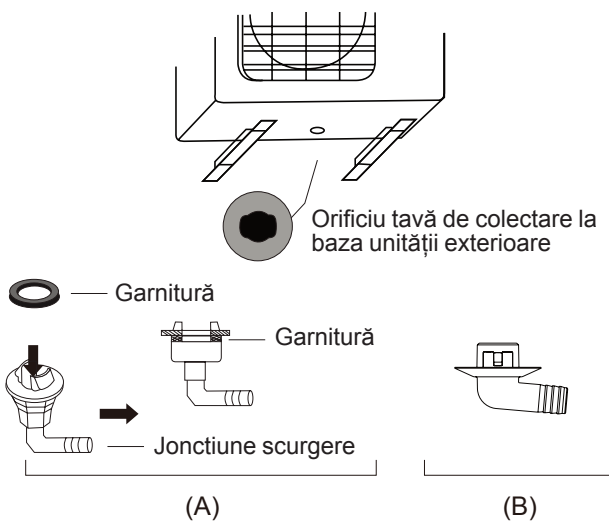

Fig. 5.4
**Dacă racordul de scurgere este prevăzut cu o garnitură din cauciuc (consultați Fig. 5.4 – A), acționați în următorul fel:**
**Dacă racordul de scurgere nu este prevăzut cu garnitură din cauciuc (consultați Fig. 5.4 – B), urmați următoarele etape:**